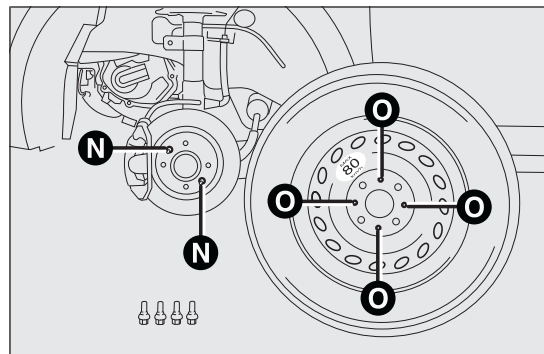

РИС. 117
- ❑ установить аварийное колесо так, чтобы штифт N РИС. 117 совпал с одним из отверстий O РИС. 117 на колесе;